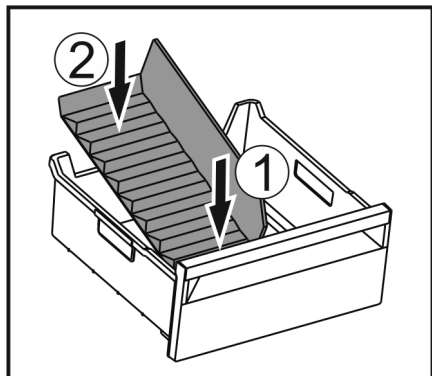

Fig. 184
- ▶ Вставити передню частину перегородки відділення для льоду. Fig. 184 (1)
- ▶ Опустити задню частину перегородки відділення до дна ящика для кубиків льоду. Fig. 184 (2)